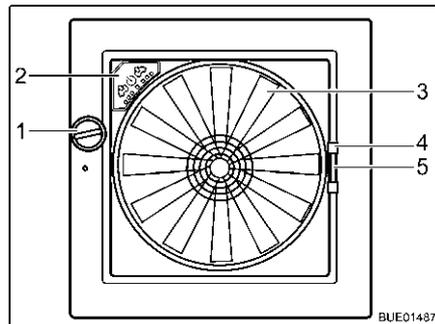

Bild 92 Dachhaube Omni-Vent
- Öffnen:** ■ Drehknopf (Bild 92,1) drehen, bis der gewünschte Öffnungswinkel erreicht ist.
- Schließen:** ■ Drehknopf (Bild 92,1) drehen, bis Dachhaube vollständig geschlossen ist.
- Schließen:** ■ Insektenschutz am Griff (Bild 92,4) zur gegenüberliegenden Rahmenseite ziehen.
- Schließen:** ■ Griff (Bild 92,5) der Verdunklung zusammendrücken.
Ventilator Wenn die Dachhaube geöffnet ist, kann der Innenraum mit dem 6-stufigen Ventilator (Bild 92,3) und entlüftet werden. Der Ventilator wird am Bedienfeld (Bild 92,2) bedient.